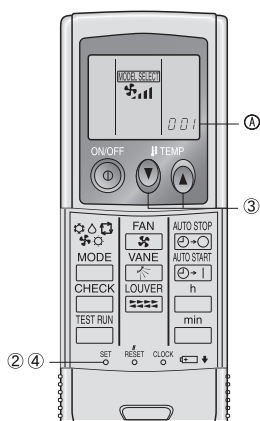

Fig. 6-7
1) Programmation (Fig. 6-7)
- ① Introduire les piles.
- ② Appuyer sur le bouton SET à l'aide d'un objet pointu.
- ③ Appuyer sur le bouton temp \odot \odot pour programmer le numéro du modèle. Si l'opération est erronée, appuyer sur la touche ON/OFF \odot et recommencer à partir du point ②.
- ④ Appuyer sur le bouton SET à l'aide d'un objet pointu.